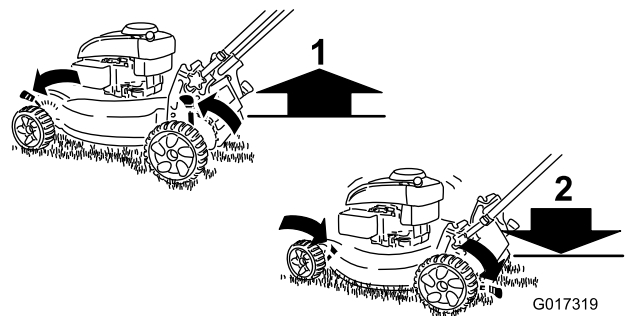

Figura 9
**Nota:** Para elevar el cortacésped, mueva todas las palancas de altura de corte hacia atrás. Para bajar el cortacésped, mueva todas las palancas de altura de corte hacia adelante (Figura 9).